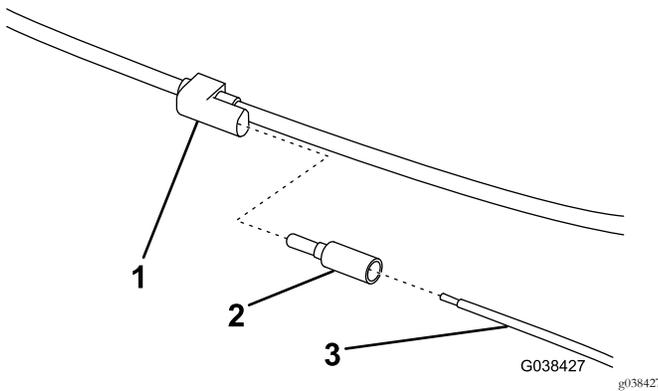

Figura 10
12. Conecte el cable negro/rojo a una fuente de ignición marcada como 12 V + (Figura 10).